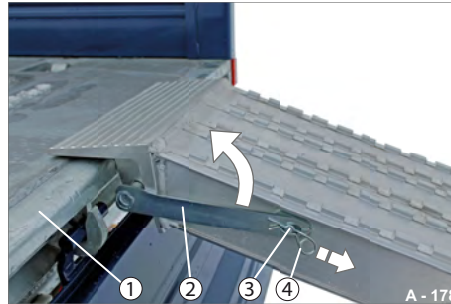

Abb. 189 Auffahrbohlen absetzen
- ▶ Ziehen Sie die Federstecker (Abb. 189/4) aus dem Haltebolzen (Abb. 189/3) heraus.
- ▶ Schwenken Sie den Sicherungshebel (Abb. 189/2) nach oben.
- ▶ Heben Sie die Auffahrbohle an der Ladeflächenkante (Abb. 189/1) hoch.